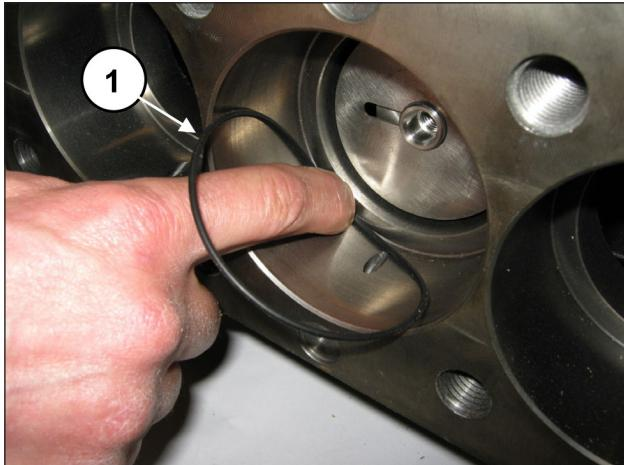

Abb. 154
Nach Entnahme der 3 Zentrierbuchsen des Kopfes. Entnehmen Sie den O-Ring am Boden des Dichtungshalters (Pos. ①, Abb. 154).